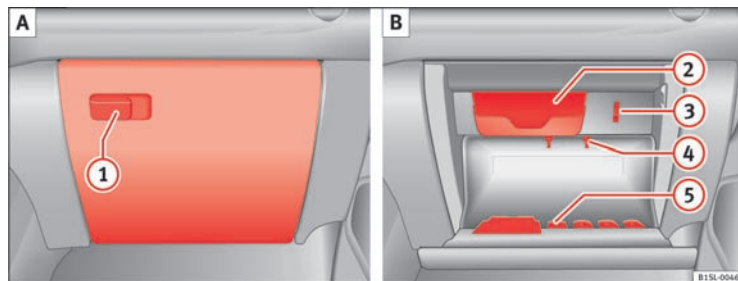

Fig. 73 Handskerum med klap i passagersiden
For at *åbne* skal du trække i åbningsgrebet ⇒ Fig. 73 ①.